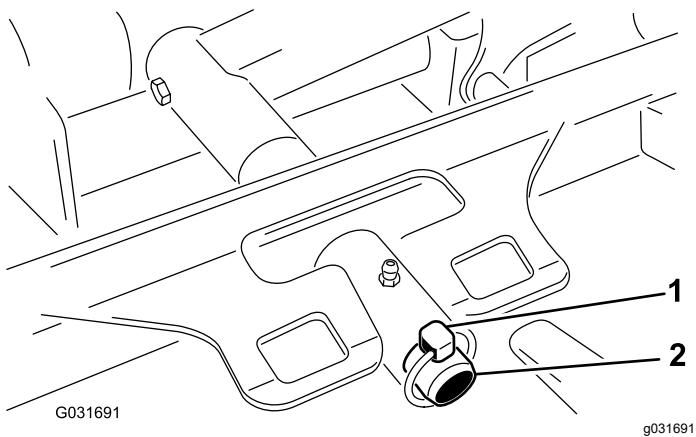

Figure 97
3. Retirez la goupille à anneau qui fixe le bâti porteur du plateau à l'axe de pivot du bras de levage (Figure 97).
3. Poussez le bâti porteur du plateau de coupe sur la tige de pivot et fixez-le avec la goupille à anneau (Figure 97).